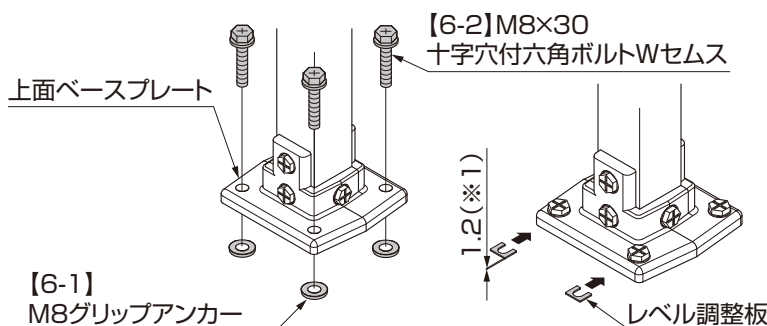

図5-6
② [6-2]で上面ベースプレートを[6-1]に取付けてください。(図5-6参照)